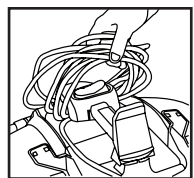

FIGURA 31
53. Tome todo el cable que está detrás de la manija y tire de él por encima del soporte posterior de enrollado de cable, tire del cable hacia la parte frontal de la aspiradora hasta que el mismo se desconecte del soporte de enrollado frontal. **FIGURA 31.**